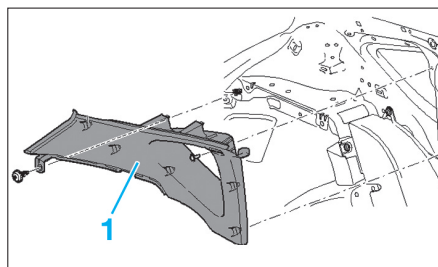

FIG. 2
- Déposer les garnitures latérale (1) (Fig.2).